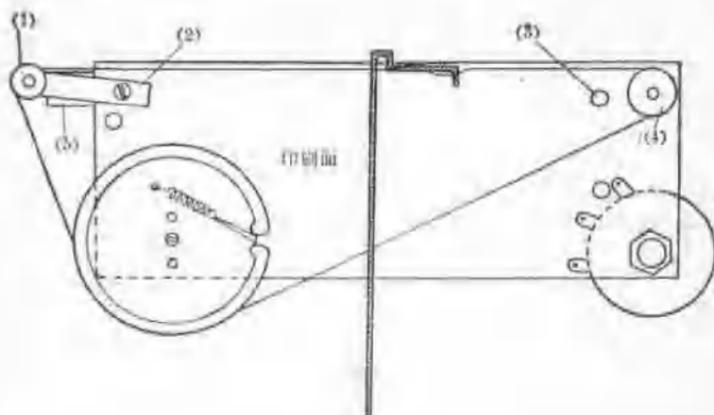

图 4
(3) 印刷板装配组件 将焊接完成的印刷板，按图4进行装配，成为“印刷板装配组件”待用。
另外再用同样大小薄铁片一块，垫衬在刻度片后，固定在图 4 的印刷电路组件上，一起装置于机箱窗口处。